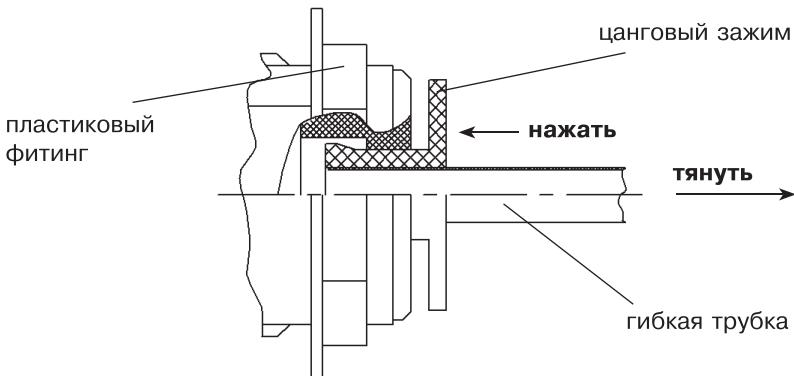

Рисунок 5. Разборка цангового зажима
- нажать на торец цангового зажима, фиксирующий гибкую трубку (6), прижав цанговый зажим до упора к пластиковому фитингу (см. рис. 5);
- аккуратно, не допуская рывков, вытянуть в противоположную от корпуса сторону (в осевом направлении, как показано стрелкой, см. рис. 5) гибкую трубку внешней пневматической системы;